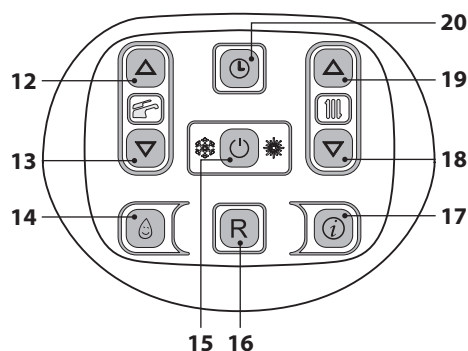
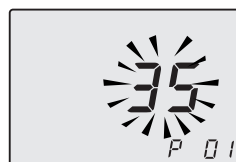

Figura 9.28
Figura 9.29
- Entre en la "modalidad de programación" pulsando simultáneamente durante 10 segundos los botones 15 - 18 - 19 (Figura 9.28) hasta que aparezcan en el display LCD las letras **P01** que se alternan con el valor del parámetro (35=MIA INOX 24 E o 37=MIA INOX 35 E), indicando que se ha entrado en el "parámetro 01" (Figura 9.29).